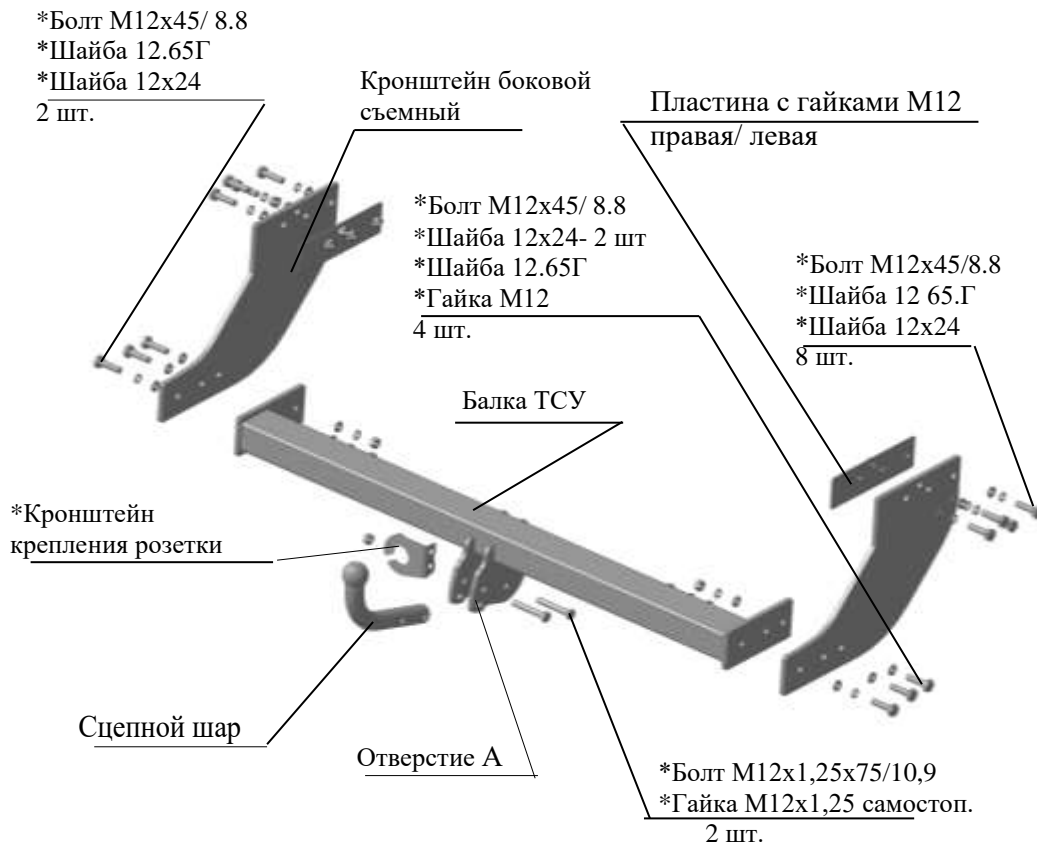

Рис.1 Тягово-сцепное устройство ТСУ 8124.
2.1 ТСУ 8124 в сборе (рис.1)	1 шт.
2.2 Пакет с комплектующими (см. рис.1)+защитный колпак	1шт.+1 шт.
4.2 Установить боковой съемный кронштейн ТСУ к внешней полке левого лонжерона а/м, установить левую пластину с гайками к внутренней стороне внешней полки левого лонжерона, закрепить болтами М12х45 и крепежом соответственно рис.1. Крепеж не затягивать.
4.3 Установить боковой съемный кронштейн к правому лонжерону аналогично левому, используя пластину с гайками правую и крепеж соответственно рис.1. Крепеж не затягивать.
4.4 Установить балку ТСУ к боковым кронштейнам, закрепив болтами М12х45 и крепежом соответственно рис.1. Крепеж не затягивать..